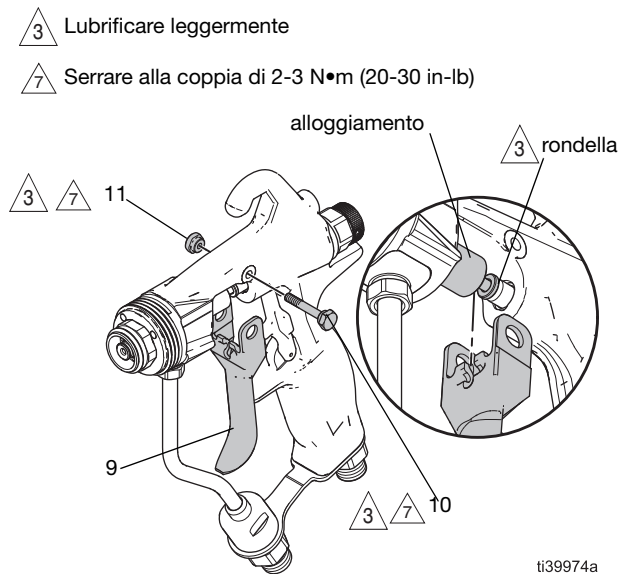

FIG. 44: Posizionamento del grilletto
Pulire la superficie di tenuta della guarnizione a U dell'impugnatura della pistola	Procedura di pulizia , pagina 22. FIG. 44 a pagina 30
2. Avvitare la cartuccia di 1-2 giri nel corpo della pistola finché il gruppo del grilletto (9) non può inserirsi tra la rondella e l'alloggiamento dell'ago. Vedere FIG. 44: Posizionamento del grilletto, pagina 30.
3. Installare il grilletto (9), il perno del grilletto (11) e il dado del grilletto (10) davanti alla rondella. Vedere **Installare il grilletto**, pagina 30.